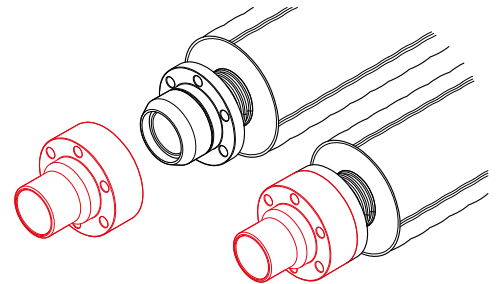

Рис. 4.5.7
7. Надеть корпус фитинга поверх графитового кольца (рис. 4.5.7). Аккуратно поворачивая корпус, совместить отверстия для крепежных болтов на корпусе и втулке.